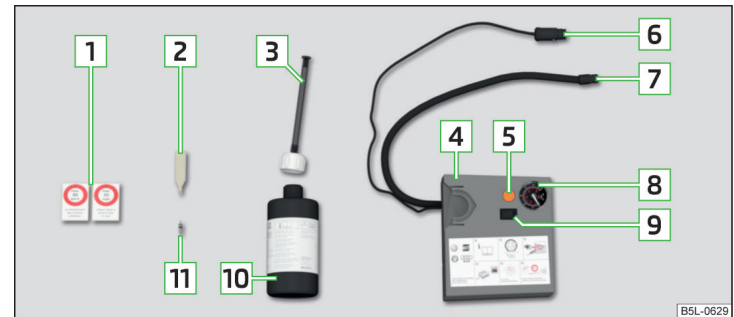

Abb. 145 Prinzipdarstellung: Bestandteile des Pannensets
### Bestandteile des Sets » Abb. 145
- Den entsprechenden Aufkleber **[1]** » Abb. 145 auf Seite 171 auf die Schalttafel im Sichtfeld des Fahrers kleben.
- Die Reifenfüllflasche **[10]** » Abb. 145 auf Seite 171 einige Male kräftig hin und her schütteln.
- Den Reifenfüllschlauch **[7]** » Abb. 145 auf Seite 171 des Luftkompressors fest auf das Reifenventil schrauben.